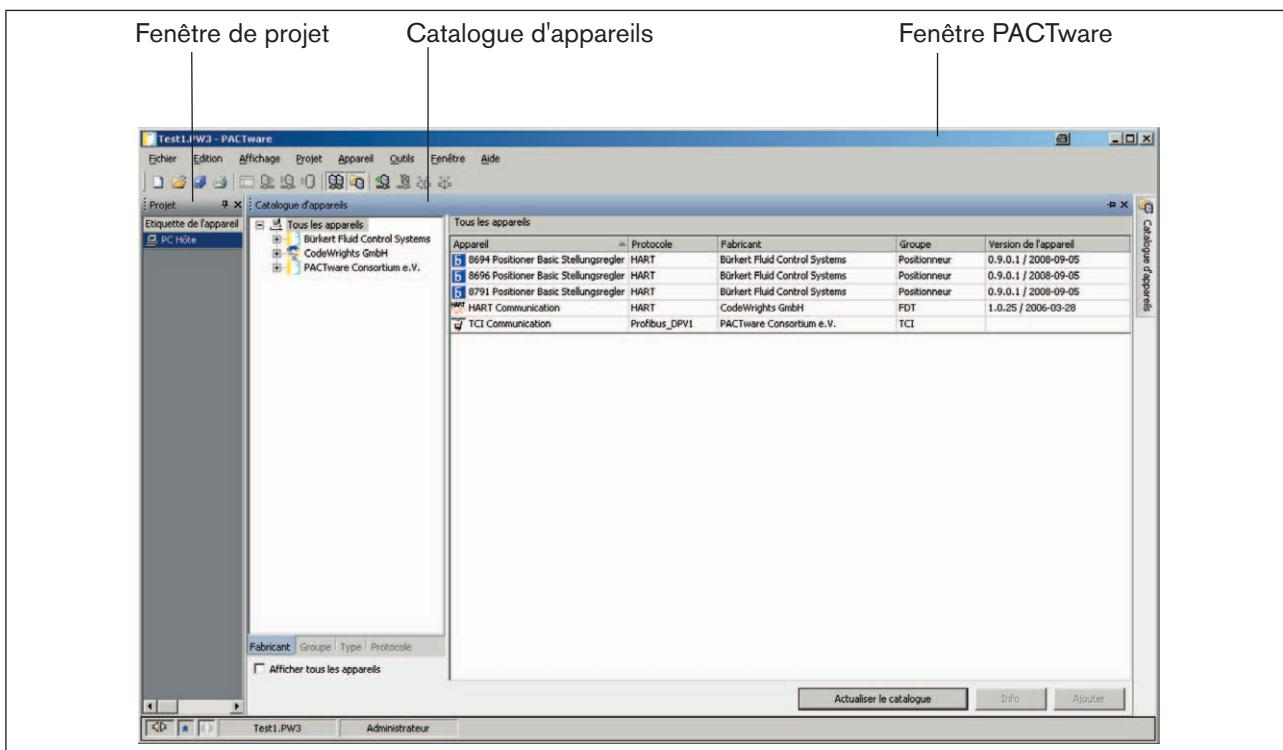

Fig. 11 : Catalogue d'appareils avec DTM Comm HART et DTM d'appareils Bürkert
- après réouverture du catalogue d'appareils, les DTM d'appareils Burkert sont disponibles, voir « Fig. 11 : Catalogue d'appareils avec DTM Comm HART et DTM d'appareils Burkert ».